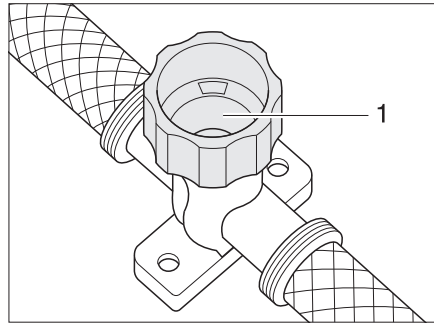

Bild 131 Ablasshahn für Therme
- Ablasshahn schließen. Dazu Kappe (Bild 131,1) im Uhrzeigersinn drehen.
- Ablasshahn der Therme öffnen. Dazu Kappe (Bild 131,1) entgegen dem Uhrzeigersinn drehen.